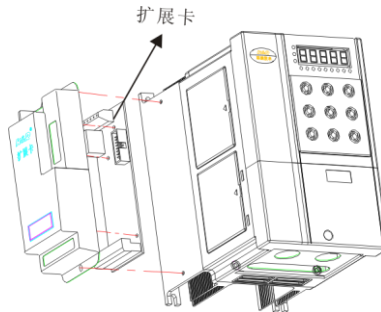
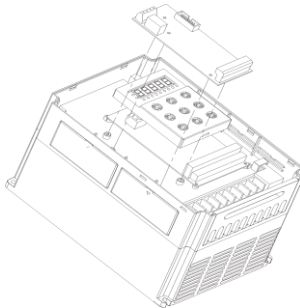

图 1 IO 扩展卡安装方式(E22 专用)
图 2 IO 扩展卡其他壳体安装方式
1、安装方式、控制端子功能定义、拨码开关说明分别见附录 A 图 1、图 2、表 1、表 2